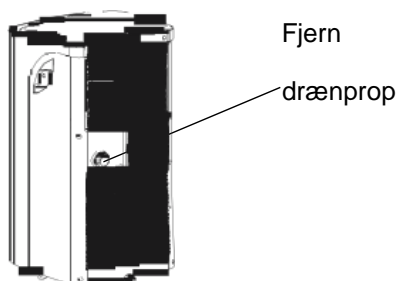

Fig.21
- Under affugtnings-tilstanden, fjern drænprop fra bagsiden af enheden, installer drænforbindelsen (5/8 universel hun-heler) med 3/4" slange (købt lokalt). For modeller uden drænforbinder, bare påsæt drænslangen til hullet. Placer den åbne ende af slangen direkte over drænområdet i dit kældergulv. Se venligst Fig.21 & 22.